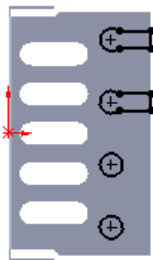

图 11.3.35 横断面草图
② 定义横断面草图。在草图环境中绘制图 11.3.35 所示的横断面草图。